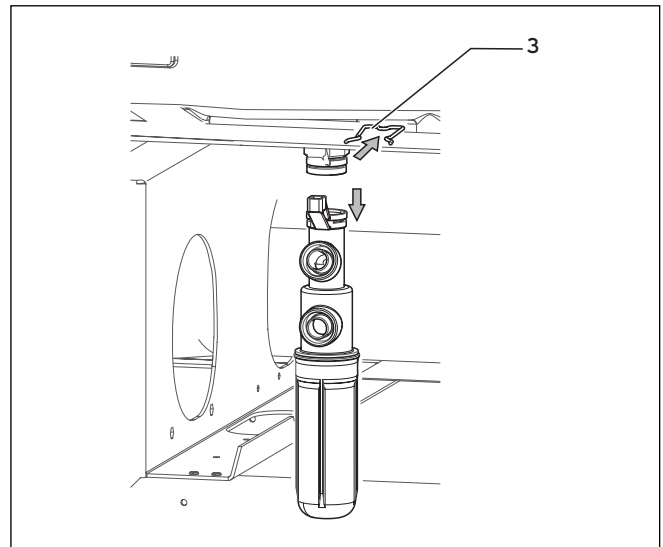

Рис. 8.3 Снятие скобы
- Снимите скобу (3, рис. 8.3).